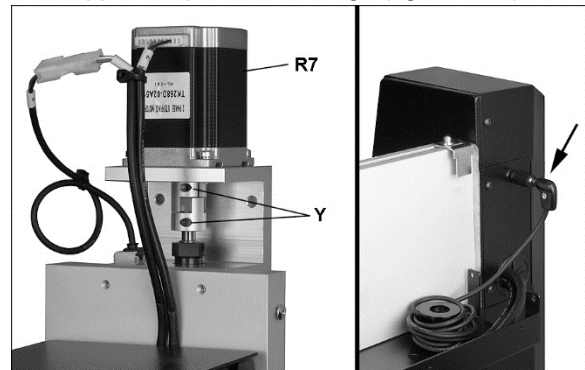

Figure 7-21
5. Installer le moteur pas-à-pas (R7, figure 7-21) sur le haut de la tour du pont de montage dans l'orientation indiquée et serrer les deux vis de serrage du raccord (Y). Brancher le câble.
6. La rondelle de réglage en profondeur de l'outil se branche au connecteur monté sur le support du pont de montage (figure 7-21).